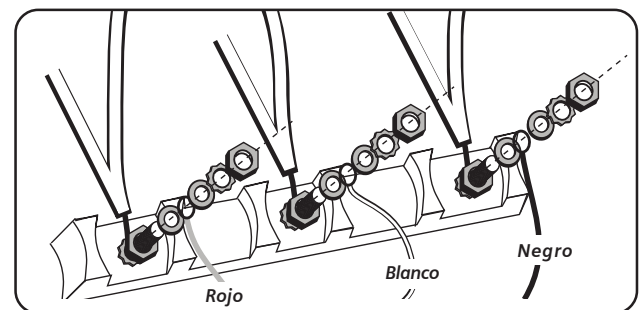

Figura 10
6. Fije el cable rojo, la arandela redonda, la arandela de estrella y la tuerca EN ESTE ORDEN al poste izquierdo. (Vea Figura 10).
7. Fije el cable blanco, la arandela redonda, la arandela de estrella y la tuerca EN ESTE ORDEN al poste central. (vea Figura 10).
8. Fije el cable negro, la arandela redonda, la arandela de estrella y la tuerca EN ESTE ORDEN al poste derecho (Vea Figura 10).